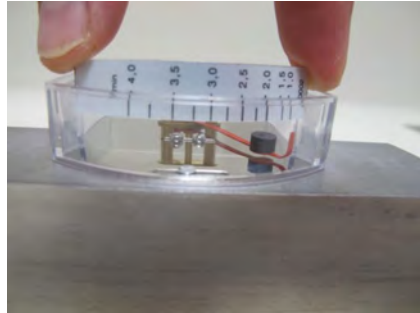

Abb. 58
- 14.** Schieben Sie den Skalenträger (mit aufgeklebter Skala) in die Führung des Kunststoffgehäuses ein (Abb. 58). Beachten Sie dabei die Durchflussrichtung (niedrigster Skalenwert zeigt zur Eingangsseite des Gerätes)